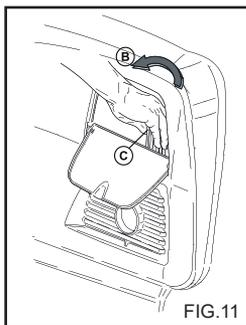

FIG. 11
Dieses Kapitel bezieht sich nur auf die Modelle, die über einen "Druckregulierer" verfügen. Mit dieser Vorrichtung (Fig. 11) kann man den Betriebsdruck regulieren. Wenn man den Drehschalter C entgegen dem Uhrzeigersinn dreht (B) (Minimum) wird der Betriebsdruck verringert.